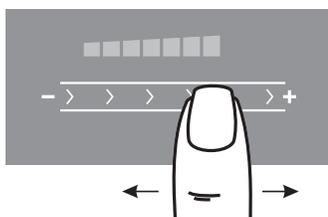

Рис.5
2. Выбор необходимого уровня мощности производится перемещением пальца по специальной поверхности ④ - «скользящая кнопка» (рис. 5). Когда уровень мощности меняется, звучит сигнал, а в окне выбранной конфорки отображается мощность от «0» до «9» и «P». «P» - усиленная мощность (BOOSTER).
1. Работающую конфорку касанием зоны ② перевести в режим управления.
2. Перемещая палец по поверхности ④ - «скользящая кнопка» измените режим нагрева конфорки (рис. 5).